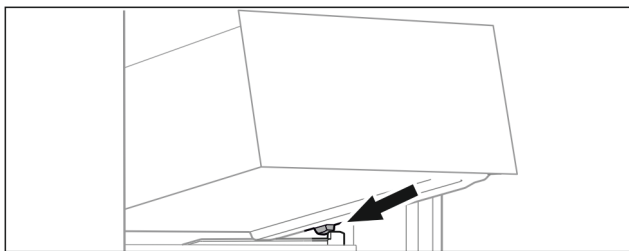

Fig. 55
- Applicare il cassetto inclinandolo dietro i fermi sulla nervatura del contenitore. (vedere Fig. 55)